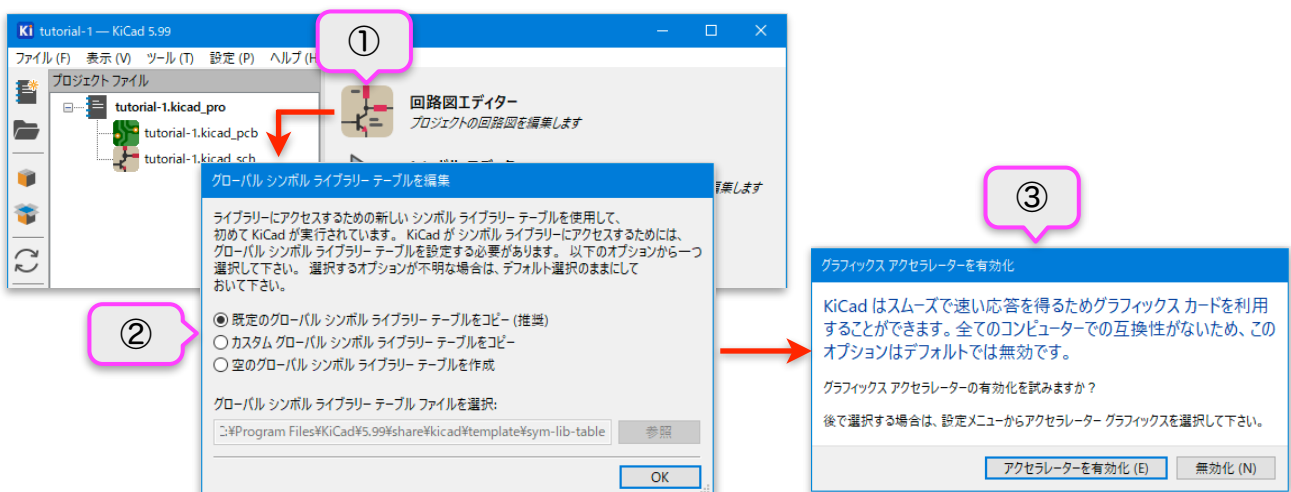

図4-1
- ① KiCadマネージャの  「回路図エディタ」をクリックします。図4-1
- ② 「グローバルライブラリテーブル」ダイアログが表示されたら [OK] をクリックして操作を続行します。
- ③ 「グラフィックスアクセラレータ」ダイアログが表示されたら [アクセラレータを有効化] をクリックして操作を続行します。